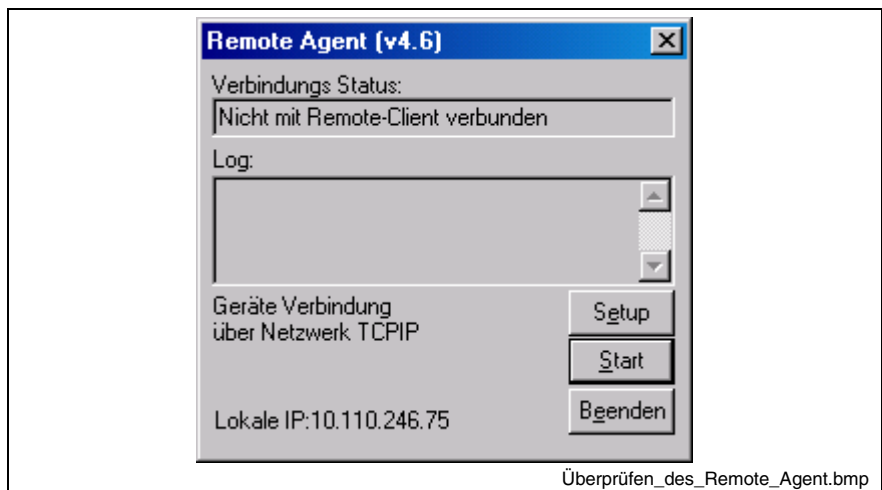

Abb. 7-1: Überprüfen des Remote Agent
- Abb. 7-1: Überprüfen des Remote Agent 7-1